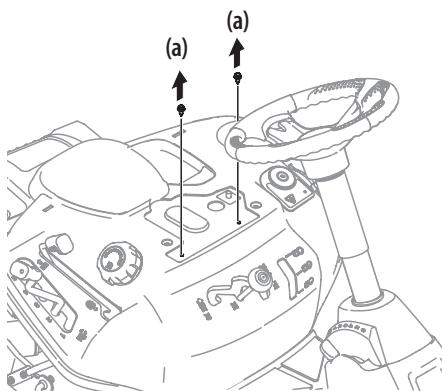

Figura 7
2. Extraiga los dos tornillos autorroscantes (a) instalados en fábrica en el tractor cortacésped. Consulte la Figura 7.